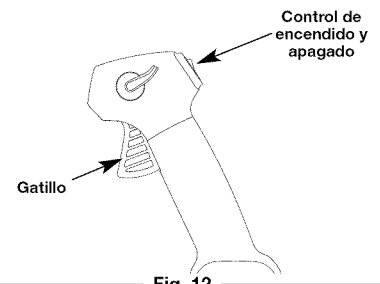

Fig. 12
NOTA: No hay necesidad de encender la unidad. El Control de Parada Arranque y Apagado está en la posición Arranque (I), en todo momento (Fig. 12).
- Oprima y mantenga oprimido el control de encendido y apagado en la posición de **APAGADO (O)** hasta que el motor se detenga por completo (Fig. 12).